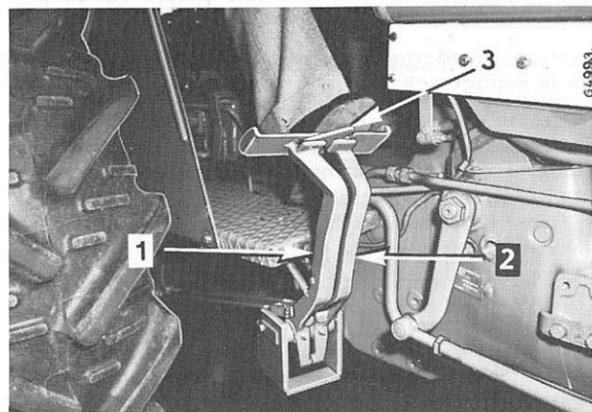

Fig. 11
Lorsque vous sélectionnez une vitesse rapide, assurez-vous que les pedales sont bien jumelées à l'aide du loquet de même lorsque vous roulez sur une grande route. Pour jumeler les pedales, introduisez le loquet (3), Fig. 11 situé à l'arrière de la pédale droite, dans la fente située à l'arrière de la pédale gauche